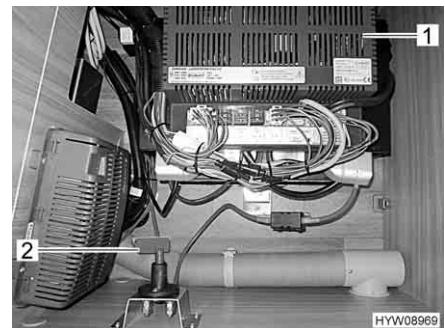

Fig. 9 Interruttore principale per il sistema di manovra, ubicazione
- ▷ L'interruttore principale (Fig. 9,2) si trova in uno dei cassoni letto, vicino all'apparecchio per l'alimentazione elettrica (Fig. 9,1).